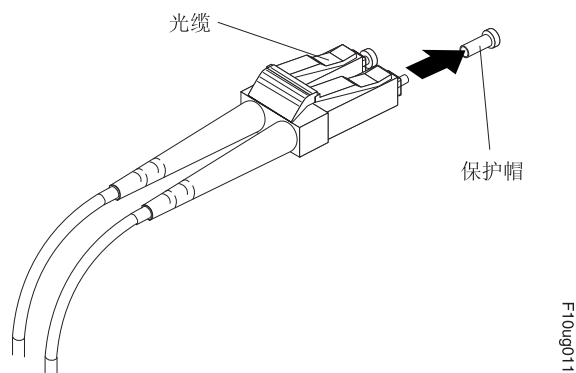

图 27. 卸下光缆保护帽
2. 如果有必要，如图 27 中所示，从 SFP 或 SFP+ 模块上取下保护帽。请保管好保护帽以供将来使用。
3. 如图 27 中所示，从 LC-LC 电缆的一端卸下两个保护帽。请保管好保护帽以供以后使用。